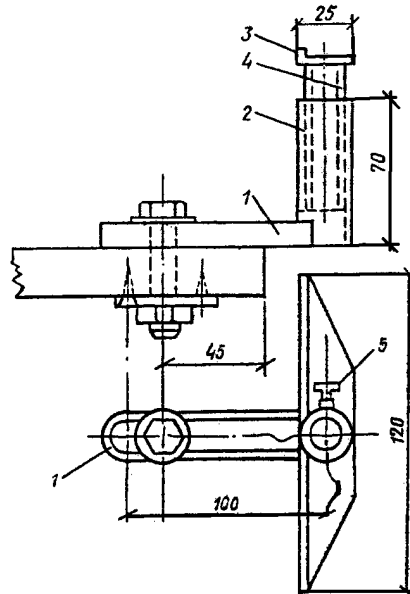

Рис.4
Все детали упора для резца изготавливают из стали 20 (рис.4). Скобу (1) сгибают из полосы 5х10 мм на цилиндрической оправке диаметром 15 мм и концы ее приваривают к трубке (2) диаметром 23 мм и толщиной стенки 2 мм. Сваркой соединяют упор (3) (уголок 25х10 мм) со стойкой (4) из прутка диаметром 20 мм. Конструкцию крепят на столе (верстаке) с помощью болта, причем гайку, в которую заворачивают болт, делают с буртиком и крепят к крышке стола снизу двумя шурупами.